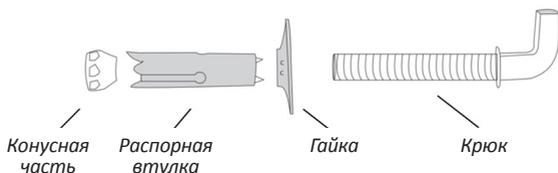

Рис. 2
3. Вставьте анкерные крюки, поднимите крючки вверх, затяните гайки, чтобы надежно зафиксировать. (рис. 2).